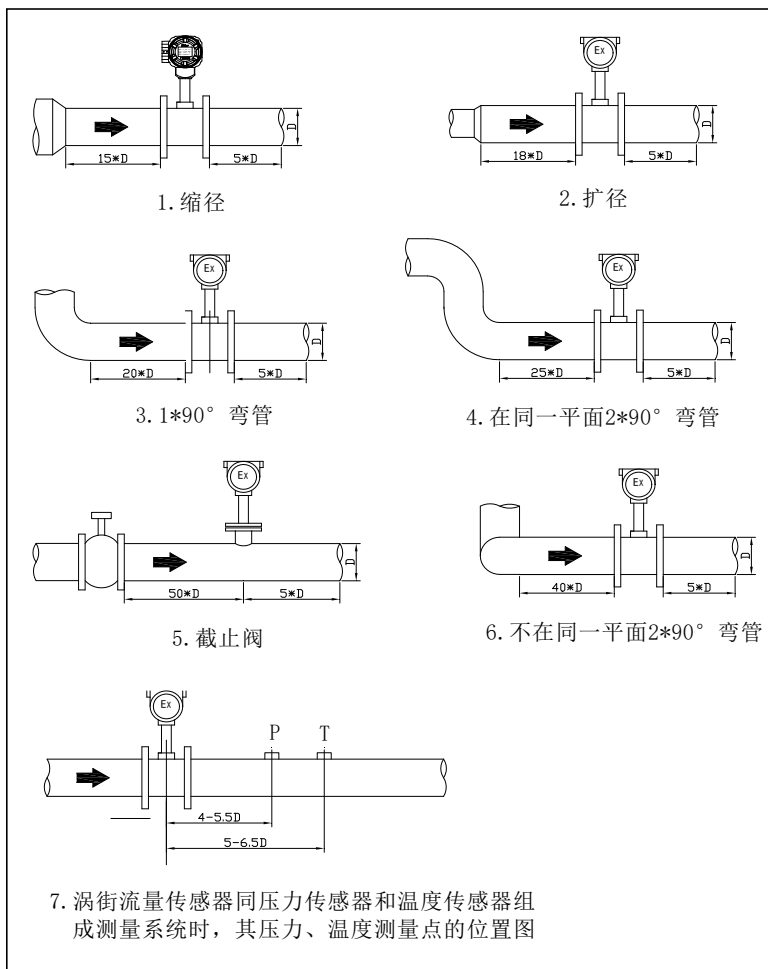

图 3 涡街流量计上下游最小直管段长度
为了准确测量, 流量计的上、下游必须留有足够的直管段, 上游不应有影响流体流速分布的部件, 图 3 为各种管路情况下流量计前、后直管段最小长度要求。
1. 涡街流量计的仪表安装点的上下游配管的内径应与仪表内径一致，传感器应与管道同心，传感器与法兰间的密封垫不能凸入管道内。具体安装形式如图 3。